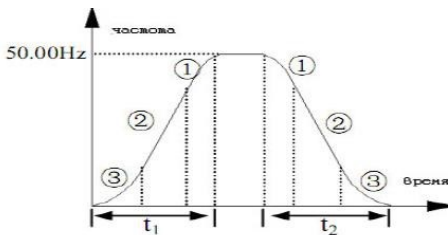

Рис. 6.2 Ускорение/замедление по S кривой
**1:** режим ускорения, замедления по кривой S. Выходная частота увеличивается или уменьшается по траектории S кривой, как показано на Рис. 6-2.
Время пуска S кривой показано на Рис. 6-2 (3), наклон выходного изменения частоты увеличивает градус постепенно от 0.
Время восхождения S кривой показано на Рис. 6.2.(2), наклон выходного изменения частоты с постоянным градусом.
Время завершения S кривой показано на Рис. 6.2.(1), наклон выходного изменения частоты градус уходит к 0.